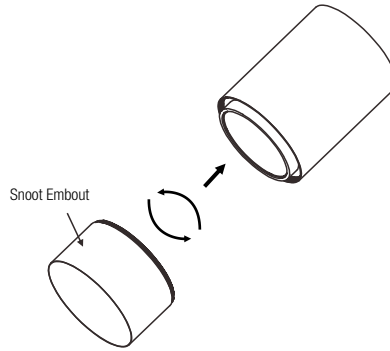

Fig. 4b
2. Screw the optional snoot in (Fig. 4b).
2. Visser l'embout optionnel vers l'intérieur (Fig. 4b).